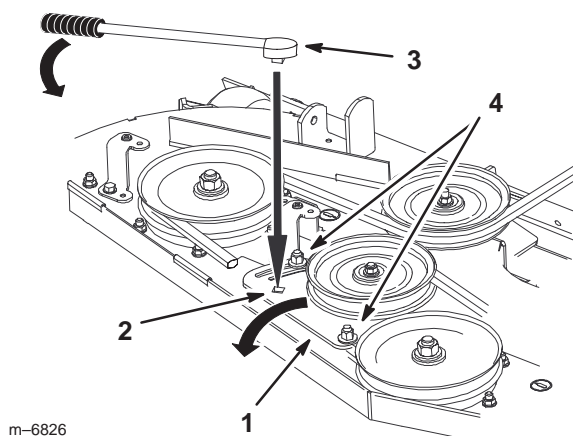

Figure 75
5. Desserrez l'écrou qui fixe la plaque du bras de tension et déplacez la plaque pour détendre la courroie sur la poulie de tension. Déposez la courroie usée du plateau de coupe (Fig. 75).
5. Si un réglage est nécessaire, desserrez la plaque du bras de tension et effectuez le réglage (Fig. 75).
6. Insérez un manche à rochet ou une barre de levier dans le trou carré de la plaque pour régler la tension (Fig. 75).
7. Pour augmenter la tension de la courroie, tournez la plaque de la poulie de tension jusqu'à ce qu'une résistance soit sentie et que la rotation s'arrête. Ne pas continuer quand elle s'arrête (Fig. 75).
8. Serrez les boulons de fixation de la plaque (Fig. 75).
10. Réglez la tension de la courroie et la plaque de la poulie de tension au besoin et serrez fermement toutes les fixations (Fig. 75).